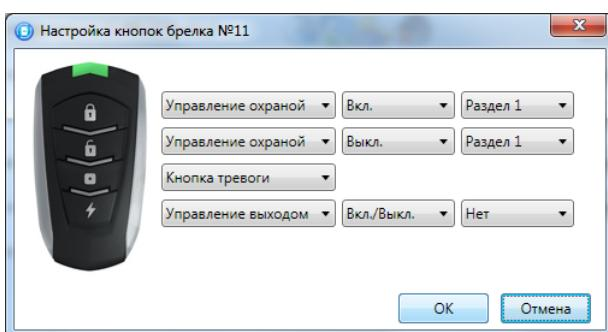

Рисунок 7.4 – Настройка кнопок брелока
4. Нажмите кнопку OK, чтобы сохранить назначенные функции (см. рисунок 7.4).